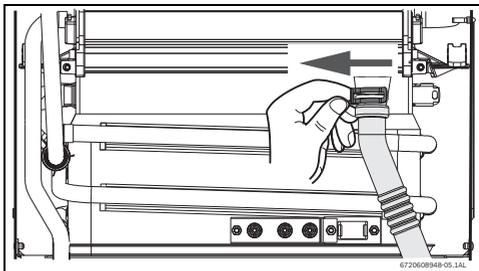

Fig. 49
- ▶ Retirar el clip y soltar la extremidad del tubo de condensados (consultar la Fig. 49).